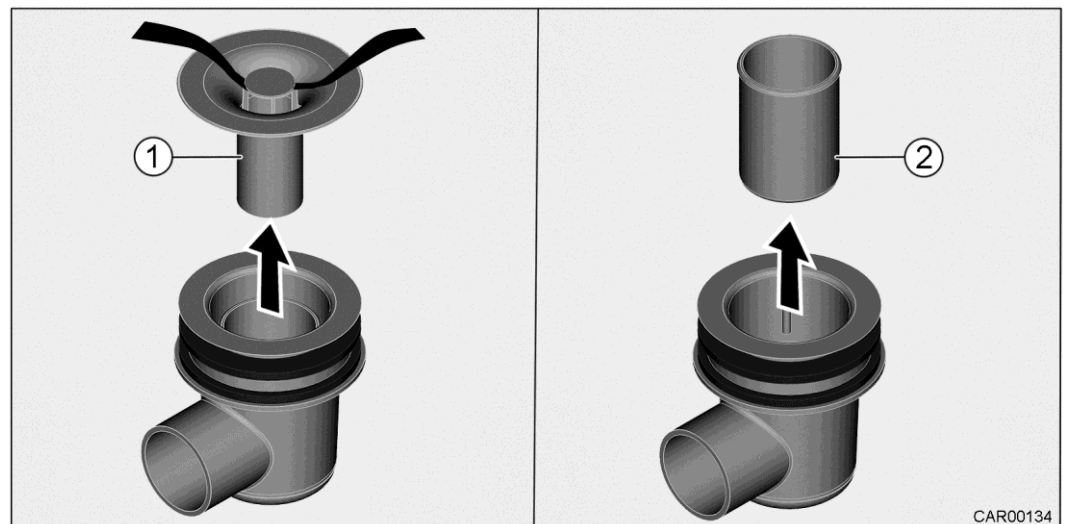

Fig. 145 Siphon (siphon, douche), variante avec parement chromé
1. Enfiler un bout de ficelle à travers le capuchon (Fig. 145/1), tirer prudemment le capuchon vers le haut et l'enlever.
2. Tirer le gobelet (Fig. 145/2) vers le haut et l'enlever.